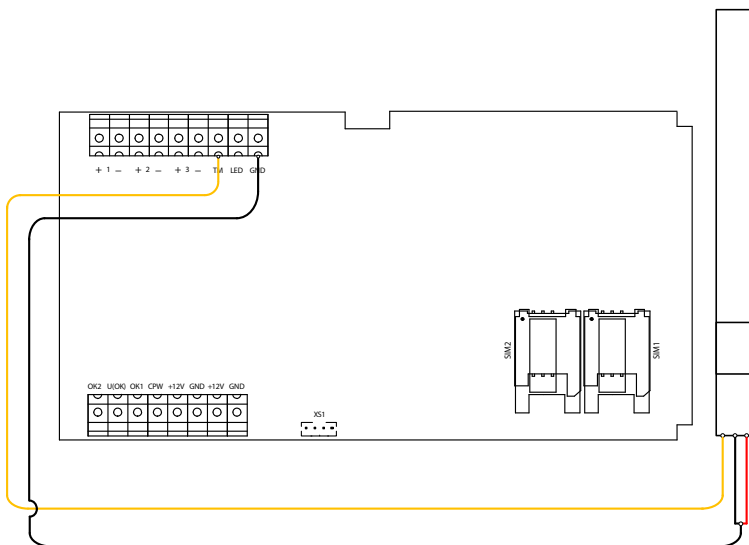

Рисунок 15. Схема подключения датчика температуры
Подключите датчик к клеммам панели TM и GND (рисунок 15).
*Датчики некоторых производителей могут не работать при подключении по схеме выше (рис. 15).*